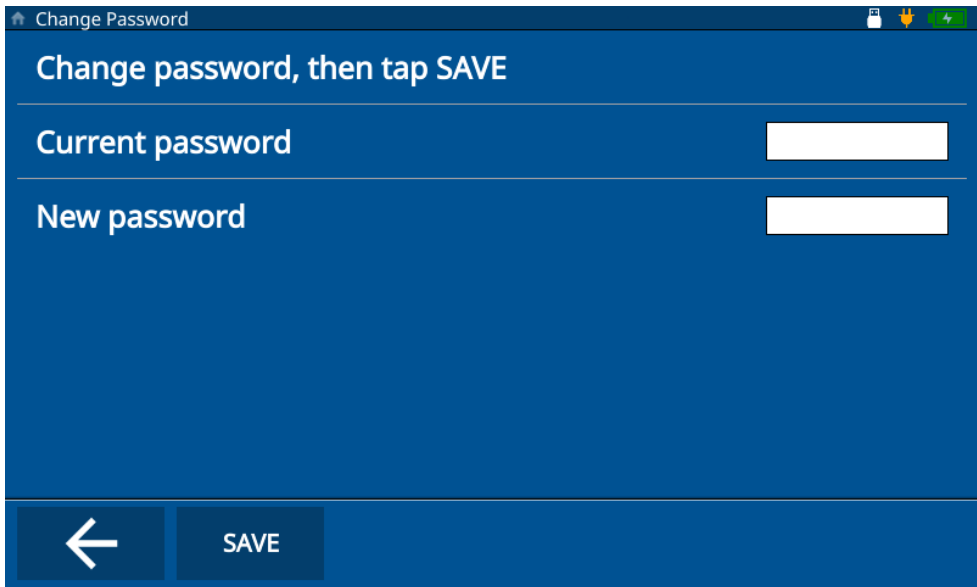

図 8-4 装置ロックのパスワードの変更
5. 現在のパスワードと新しいパスワードを入力します。パスワードを設定しない場合、New Password (新しいパスワード) をブランクのままにするとパスワードが削除されます (77 ページの図 8-4 参照)。